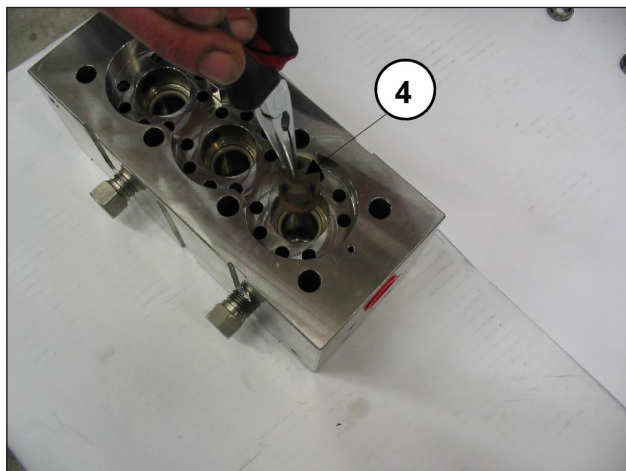
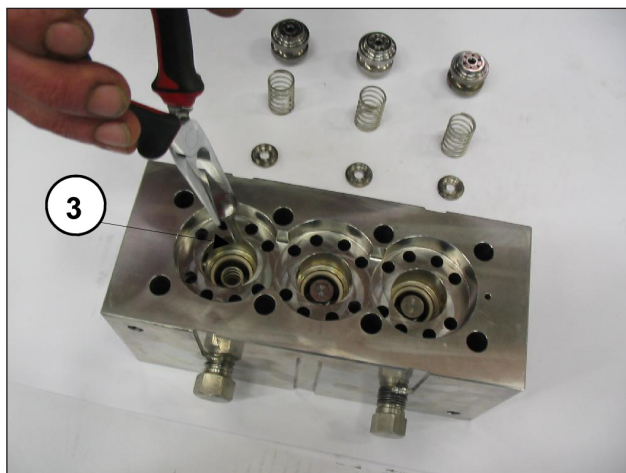

Abb. 44
Abb. 45
- Ziehen Sie die Teller der Druckventile ③ und die jeweiligen Führungen ④ samt Federn lt. Abb. 44 und Abb. 45 heraus, überprüfen Sie ihren Verschleißzustand und nehmen Sie den Austausch bei Bedarf und auf jeden Fall in den Intervallen der Tabelle „VORBEUGENDE WARTUNG“ in Kapitel 11 der **Betriebs- und Wartungsanleitung** vor.